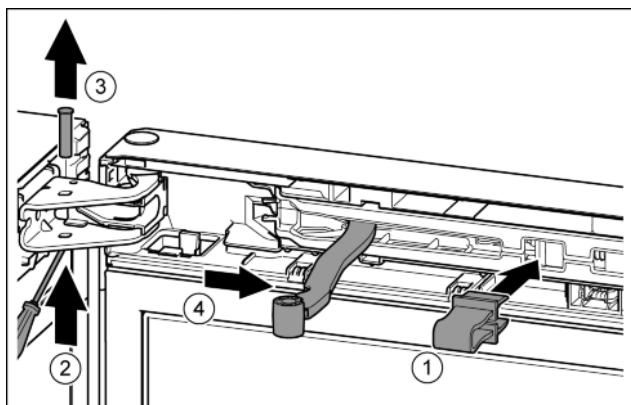

Fig. 10
- Фиксирайте предпазителя в отвора. Fig. 10 (1)
- С отвертка избутайте болта. Fig. 10 (2)
- Извадете болта нагоре. Fig. 10 (3)
- Завъртете шарнира в посока към вратата. Fig. 10 (4)